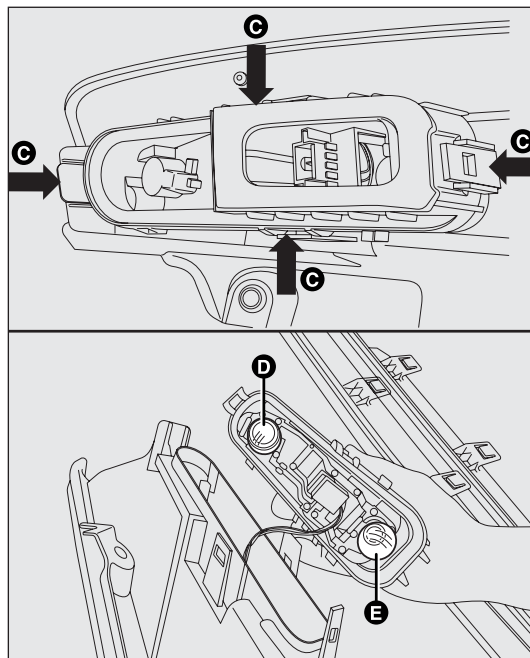

fig. 147
- ☐ sganciare il portalampade agendo sui fissaggi C-fig. 147;